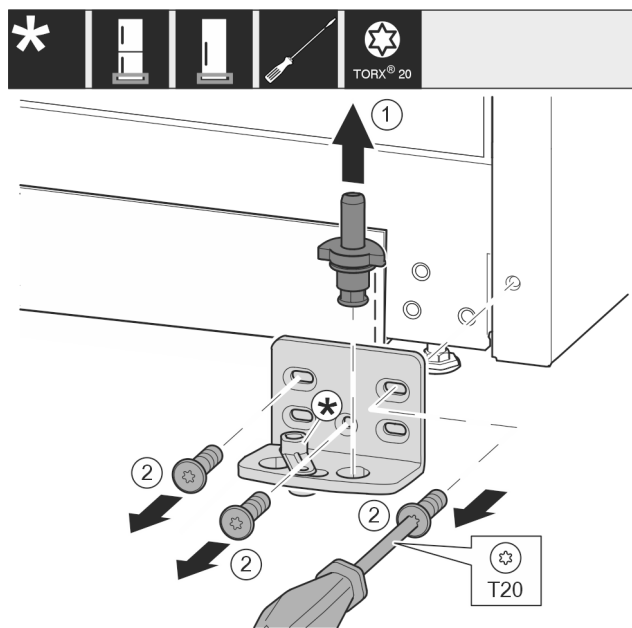

Fig. 13
- Extraiga el perno del cojinete Fig. 13 (1) por completo hacia arriba.
- Desatornille los tornillos Fig. 13 (2) con un destornillador y retire el soporte del cojinete.